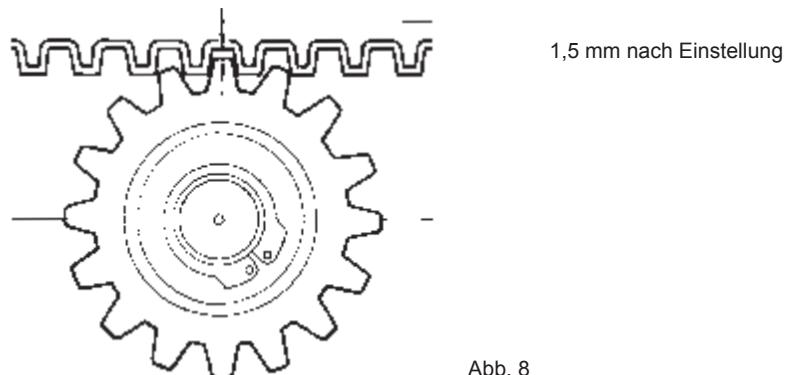

Abb. 8
- Zwischen Ritzel und Zahnstange muss ein Spiel von 1,5 mm über die gesamte Torlänge gewährleistet sein (Abb. 8).